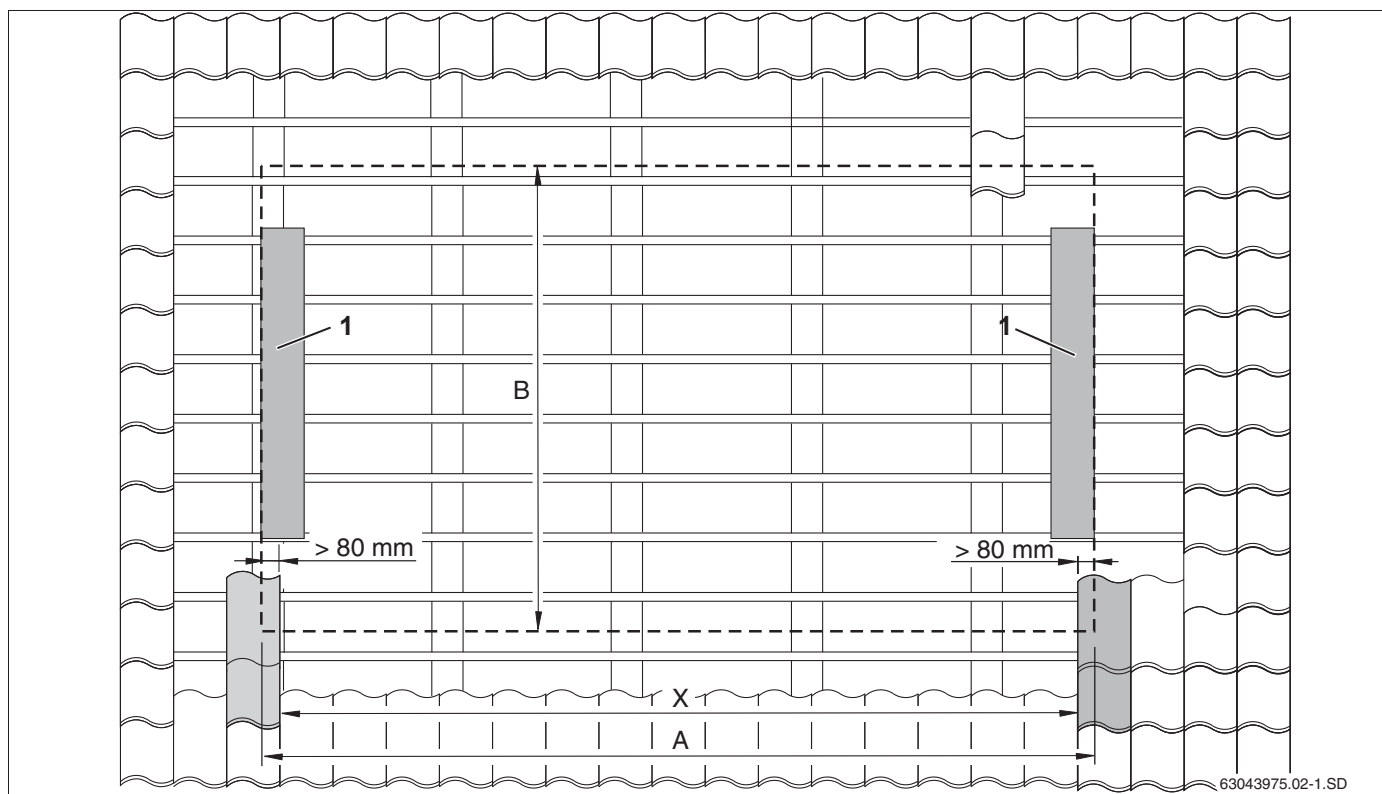

Рис. 8 Определение точного положения поля коллекторов
- Определите и отметьте на крыше размер X (расстояние между черепицами, лежащими на боковых накладных листах, рис. 8, поз. 1).
Установите самый нижний ряд черепицы учетом размера B (рис. 8) (рис. 8, поз. 2).